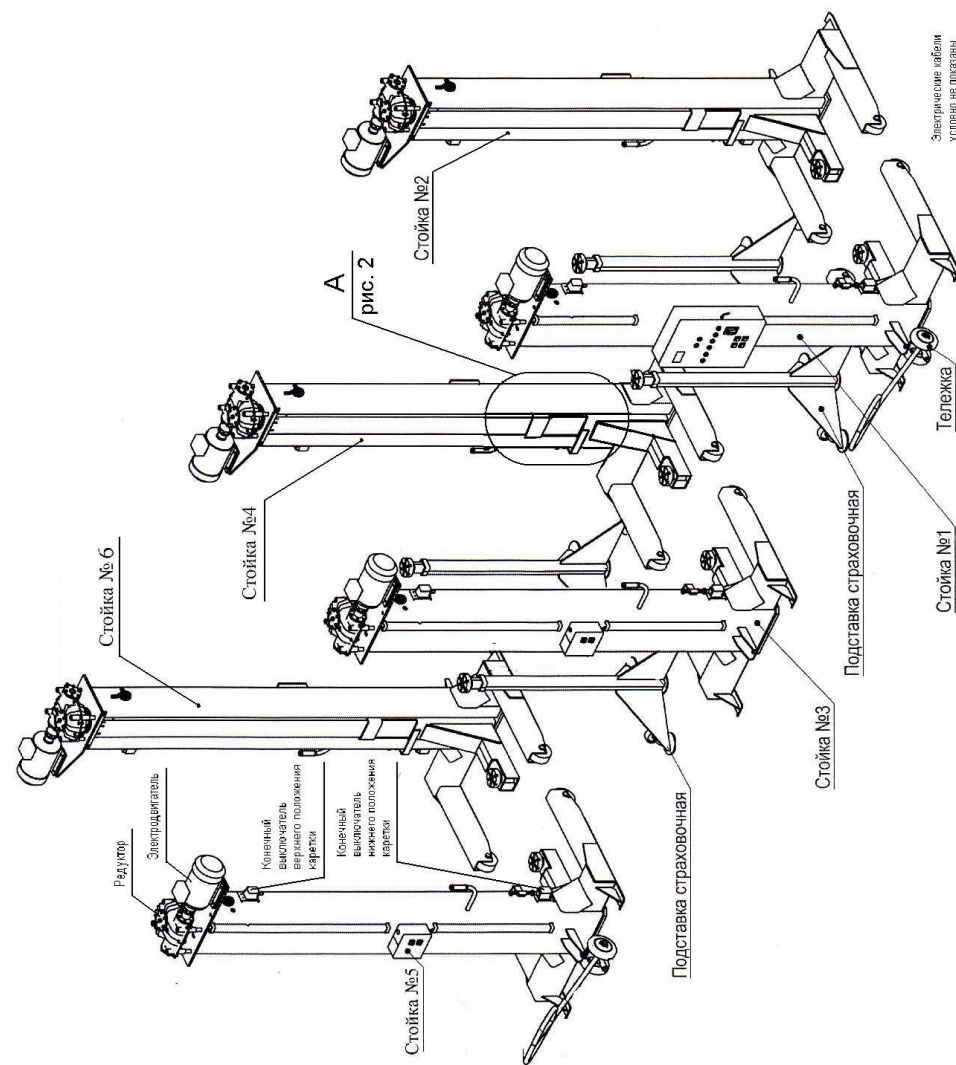
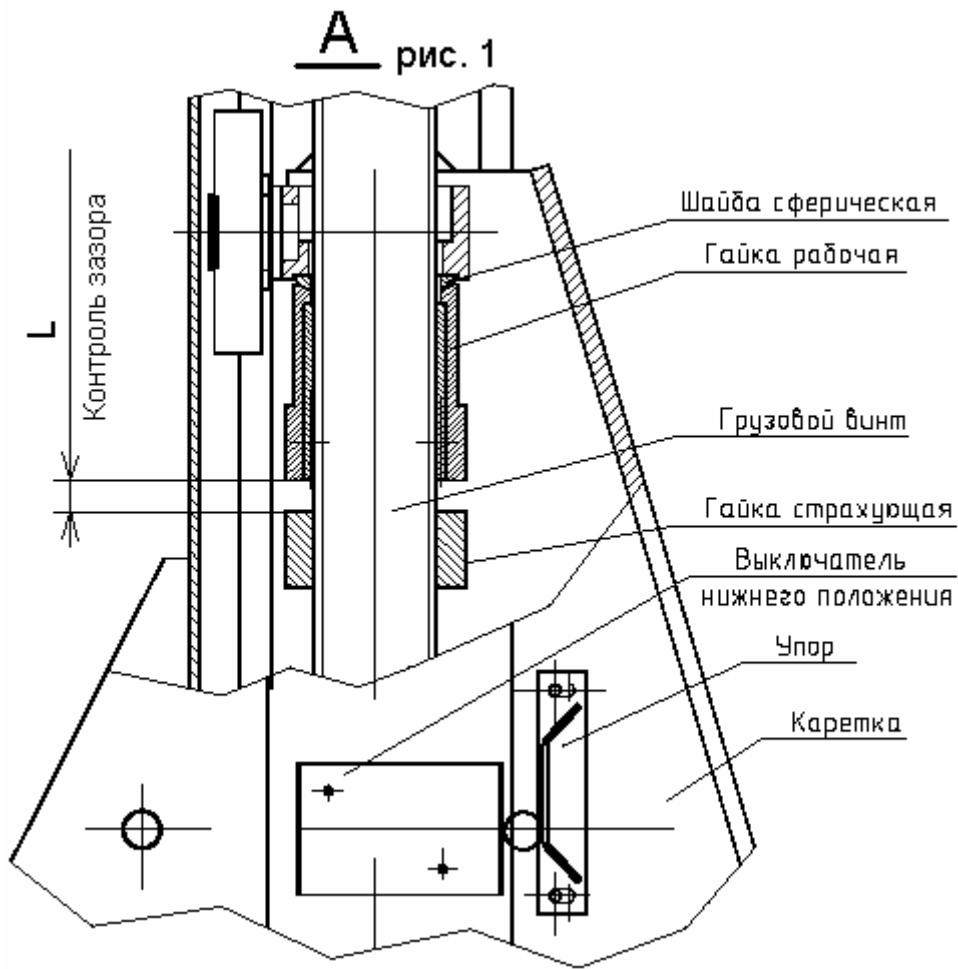

Рис. 1. Подъемник передвижной ППТ - 24
Рис. 2. Составные части подъемника передвижного ППТ - 24
4.1. Подъемник состоит из шести стоек (см. Рис.1 и Рис.2), каждая из которых имеет электромеханический привод, каретку, грузовой винт, рабочую и страхующую гайки, конечные выключатели верхнего и нижнего положения кареток. На первой стойке установлен шкаф аппаратный, имеющий корпус с панелью электрооборудования, автоматический выключатель, лампочку «Сеть», кнопки «Вверх» и «Вниз» для управления первой стойкой и кнопки «Вверх» и «Вниз» для управления всеми стойками одновременно.